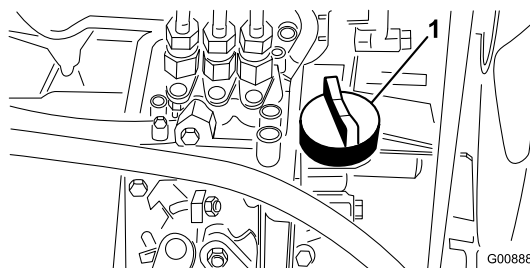

Figure 33
4. Si le niveau est bas, retirez le bouchon de remplissage (Figure 33) et versez progressivement de petites quantités d'huile, en vérifiant fréquemment le niveau, jusqu'à ce que l'huile atteigne le repère maximum sur la jauge.